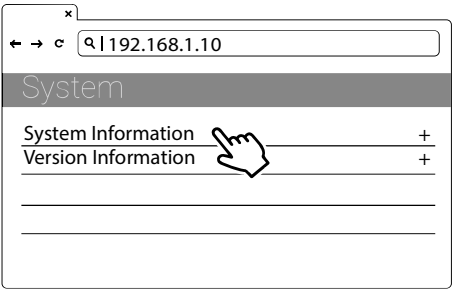

Figura 4-12 Datos de fecha y hora
- 3) Seleccione: SET | Network | System Information | System DateTime. Vea la siguiente figura 4-12.